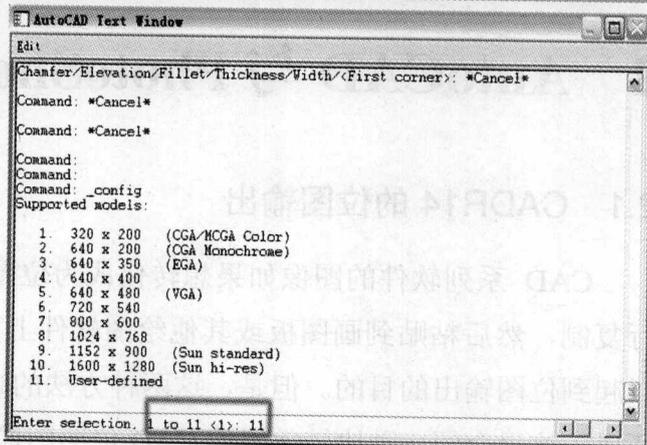

图 2-5
(3) 运行操作后，弹出如图 2-5 所示的“Auto CAD Text Window”对话框，在该窗口中共有 11 种图像输出模式，选择【用户自定义】（User-defined）模式，在“Enter selection.1to11”提示行后输入 11，按“Enter”键。
(4) 设定分辨率：按【回车】键会弹出参数设定行，在“Enter Width in pixels, 16-8000”提示行后输入 2048，在“Enter height in pixels, 16-8000”提示行后输入 1556，设置完毕后按【回车】键确定。